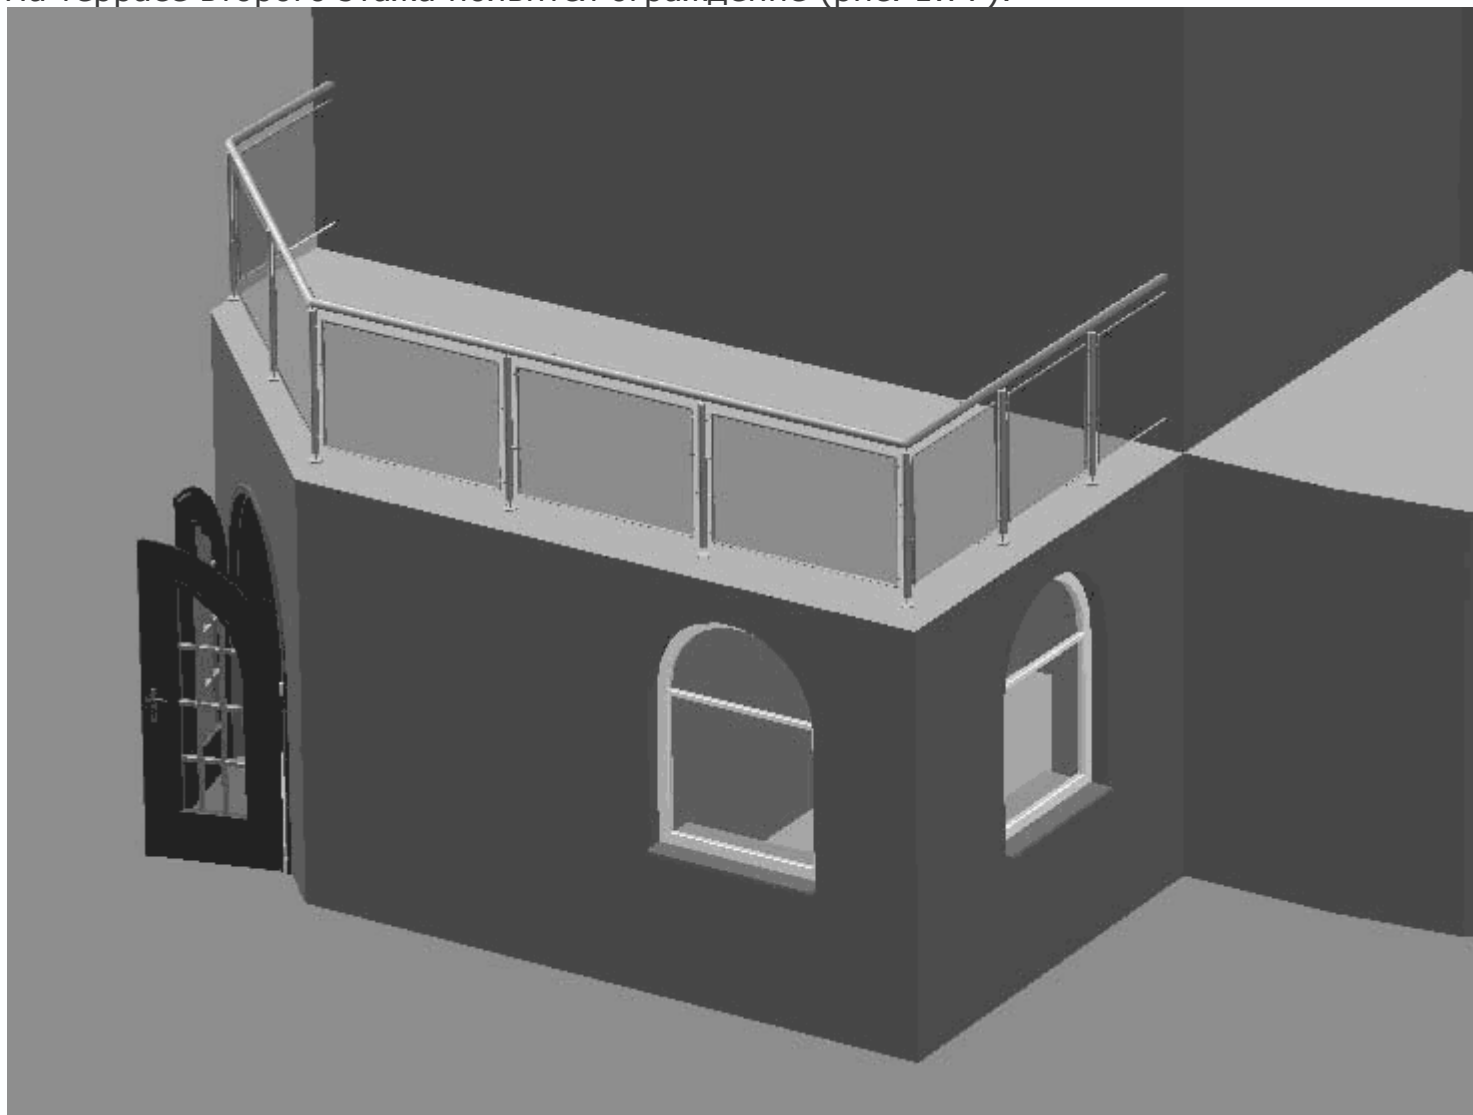

Рис. 1.77. Перила в трехмерной модели здания
3. Выберите любой тип перил, оставьте остальные настройки по умолчанию и нажмите ОК. На террасе второго этажа появится ограждение (рис. 1.77).